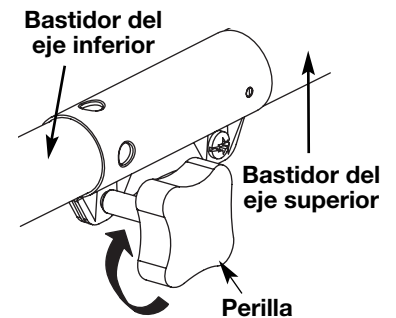

Fig. 13
3. Gire la perilla en sentido horario para apretarla (Fig. 13, p. 8).
4. Dé vuelta a la perilla a la derecha para trabar el acoplador (Fig. 13).
4. Gire la perilla en sentido horario para ajustarla (Fig. 13).
4. Mientras sostiene el bastidor del eje superior con firmeza, tire del accesorio de corte o accesorio en línea recta fuera del acoplador Craftsman Convertible™ (Fig. 13).